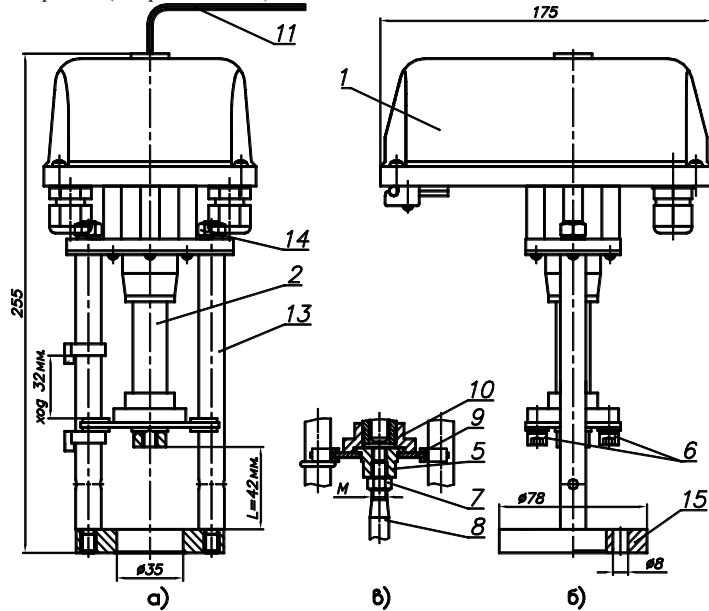
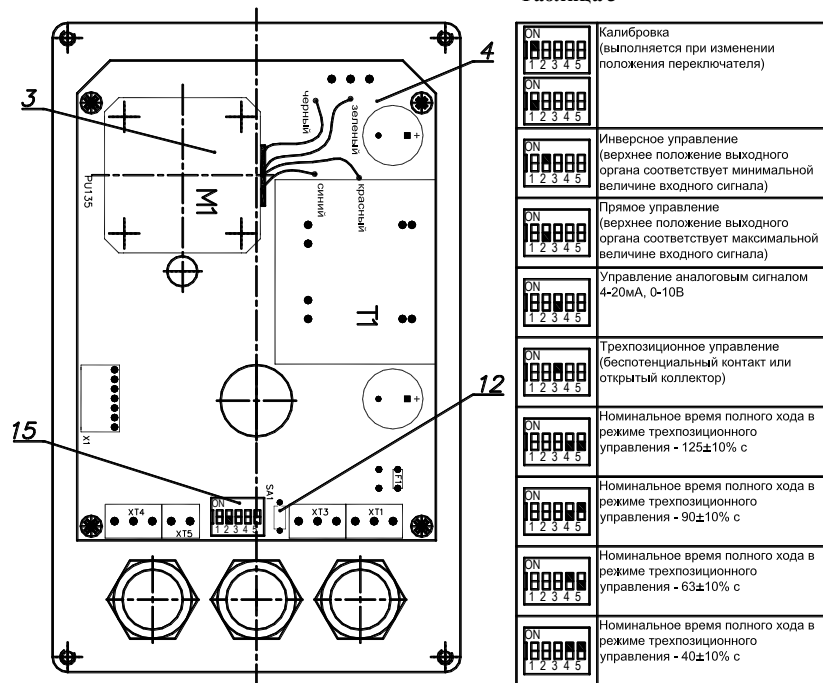

Рисунок 1 - ВЭП-138М
Рисунок 2 - Электропривод (вид при снятой крышке)
- электропривод ВЭП-138М-1600 (см. рис.1 – поз.1);
- винтовая передача (см. рис.1 – поз.2).
Электропривод (см. рис.1, рис.2) выполнен на базе шагового электродвигателя 3, питание и управление которым осуществляется от платы управления 4, обеспечивающей его работу в заданном режиме (см. таблицу 3), а также его отключение при нагрузке больше усилия отключения. ЭИМ имеет три режима работы: калибровки, слежения, ручной. Индикация работы осуществляется светодиодным индикатором 12. Постоянное свечение - работа, мигание - авария.
ЭИМ выпускается откалиброванным на величину полного рабочего хода. При установке ЭИМ на регулируемую арматуру необходимо произвести его калибровку. Для перехода в данный режим необходимо изменить положение переключателя поз.15 (см. рис. 2). При этом ЭИМ, поочередно перемещаясь к обоим конечным положениям, определяет максимальный ход арматуры. При отключении питания настройки сохраняются в энергонезависимой памяти. Время калибровки 100-120с. По завершению калибровки ЭИМ переходит в режим слежения. В процессе калибровки сигнал обратной связи отсутствует.